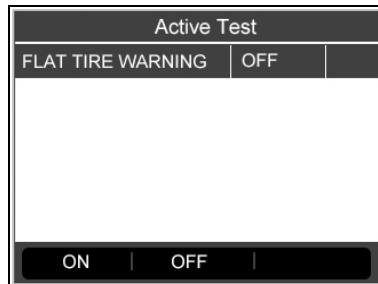

Figure 4.38
- 4) Appuyer sur le bouton correspondant **FONCTION « ACTIVATION »** ou **« DÉSACTIVATION »** pour vérifier si le témoin d'avertissement TPMS du véhicule est allumé ou éteint. (Figure 4.38)